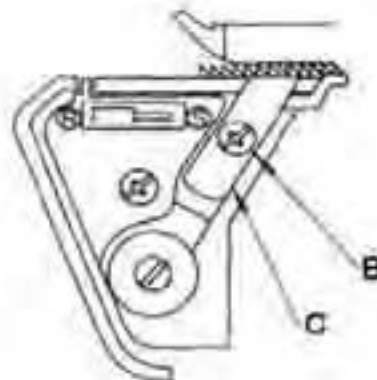

Abb.111
2. Stellen Sie das obere Messer 18 in die Ruhestellung (A).
3. Entfernen Sie die Schraube am unteren Messer 22 (B) und entfernen Sie das Messer 22 (C) (Abb. 111).